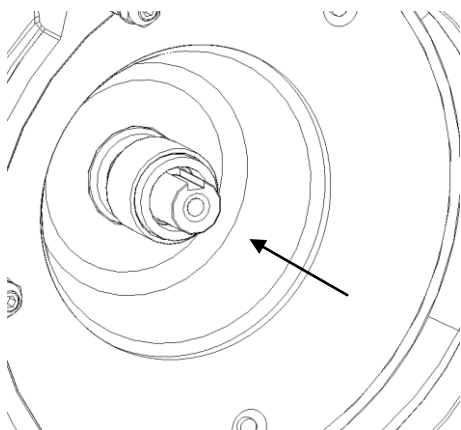

Abbildung 22: aufschieben von Hand
- Die Gleitringdichtung auf das freie Wellenende aufsetzen und mit von Hand vorsichtig bis zum Gegenring schieben (Abbildung 22).